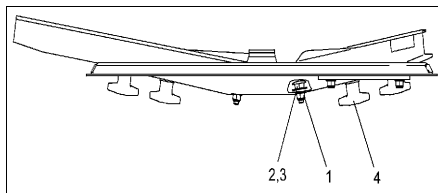

Рис. 61
- Отвинтите самостопорящуюся гайку (Рис. 61/1).
- Снимите подкладную шайбу и винт с полукруглой низкой головкой (Рис. 61/2,3).
- Отвинтите барашковую гайку (Рис. 61/4) и замените распределяющую лопасть.
- Самостопорящуюся гайку (Рис. 61/1) затяните так, чтобы распределяющая лопасть могла перемещаться рукой.